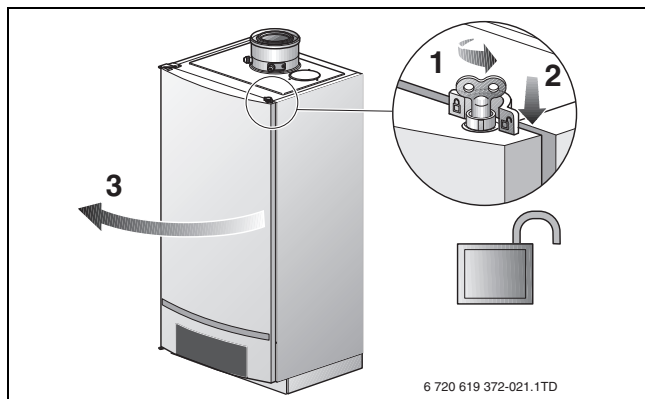

Bild 29 Kesseltür öffnen
- ▶ Verschluss der Kesseltür mit dem Entlüftungsschlüssel eine viertel Umdrehung lösen (→ Bild 29, Lupe).